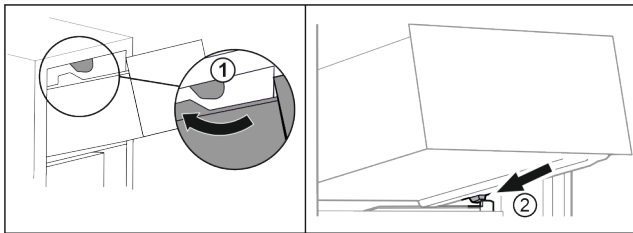

Fig. 15
- ▶ Lade om de bovenste stopper leiden Fig. 15 (1).
- ▶ Lade schuin achter de achterste stoppers op de containerrib plaatsen Fig. 15 (2).